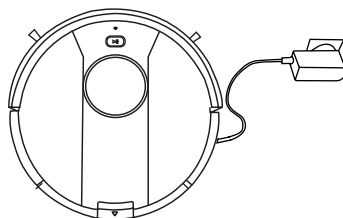

Figura 2
- Carga del robot mediante el adaptador de corriente (figura 2).